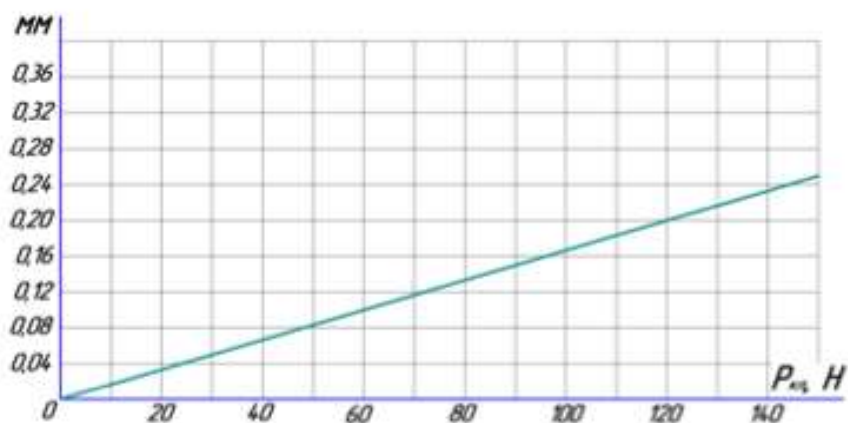

Рисунок 1.4 – Тарировочная характеристика динамометрического ключа
4.9 Принять величину максимального усилия на ключе $P_{кл}$ (рисунок 1.4) и согласовать её с преподавателем.
4.14 По графику (рисунок 1.4) величины усилий на ключе – $P_{кл}$ перевести показания индикатора и записать в таблицу отчета.